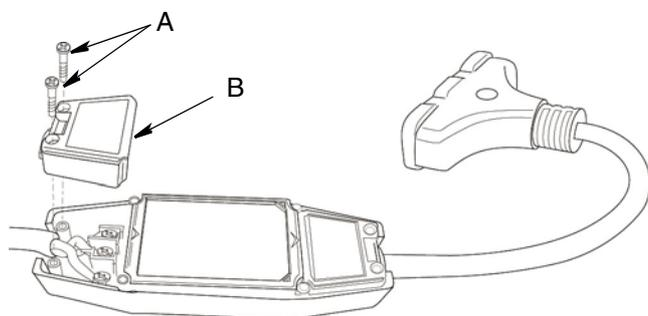

Рис. 12
Буквенные обозначения, используемые в дальнейших инструкциях, относятся к Рис. 12.
2. Ослабьте два винта с крестовым шлицем #2 (A) на крышке GFCI (B). Снимите крышку (Рис. 12).
3. Установите на место крышку GFCI (B) и два винта с крестовым шлицем #2 (A) (Рис. 12).